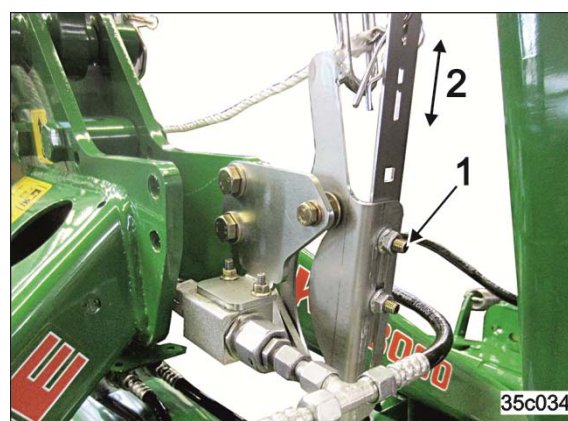

Fig. 140
1. Desfaceți piulițele (Fig. 140/1).
2. Aduceți cârligul de acționare în poziția dorită (Fig. 140/2), astfel încât să fie posibilă o ridicare cu arborele cardanic în funcțiune.
3. Strângeți fix piulițele (Fig. 140/1).